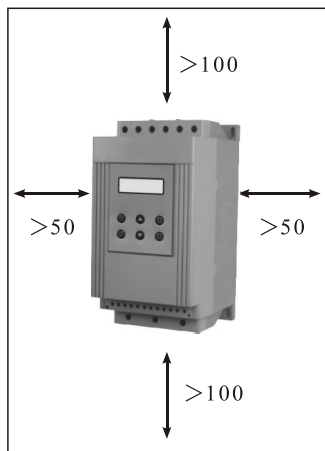
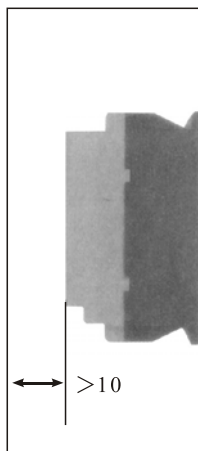

图 3.1
图 3.2
- 安装方向与距离：为了确保软起动器在使用中具有良好的通风及散热条件，软起动器应垂直安装，并在设备四周留有足够的散热空间，如图3.1、图3.2，图中为允许的最小距离。